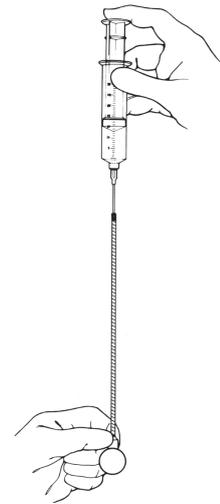

Figura 4-3b. Llène el balón
6. Llene el balón con aproximadamente 20 cc de solución de llenado. (**Figura 4-3b**)